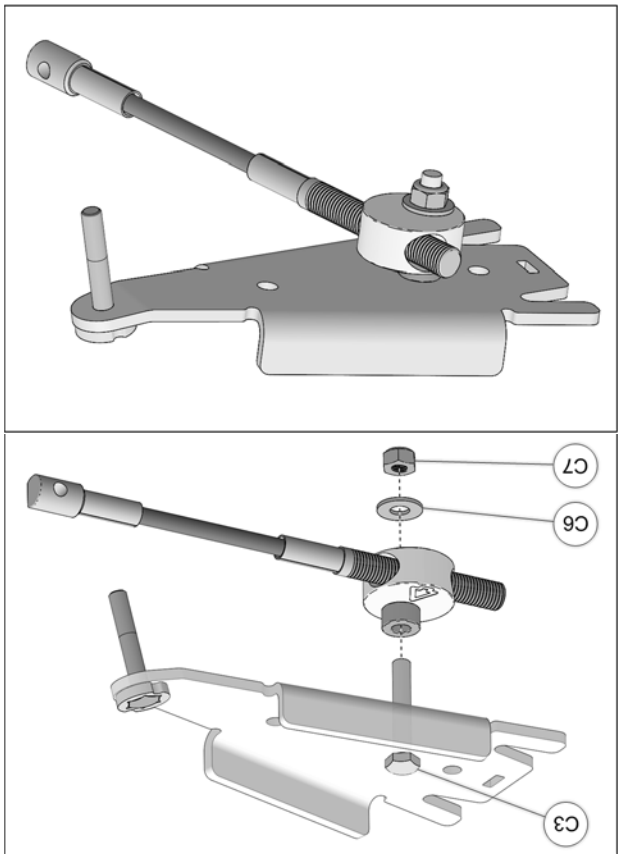

Fig. 20
9. Positionner le disque en aluminium du limiteur de conduite sous l'ancrage et installer au boulon (C3) déjà inséré. Utiliser la rondelle (C6) et l'écrou (C7) pour fixer le limiteur de conduite en place. Serrer l'écrou à un couple de 50 N•m [37 lb•pi]. Fig. 20